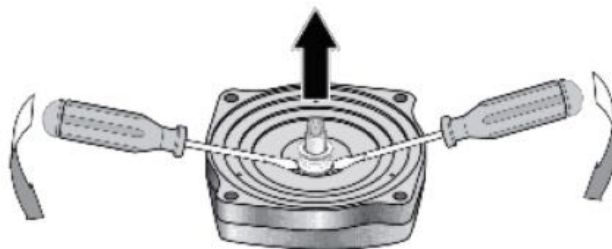

Figure 21 : Retirer le joint d'étanchéité
6. À l'aide de deux tournevis, comme indiqué sur la figure 21, faites levier pour retirer l'ensemble rotatif du joint d'arbre.